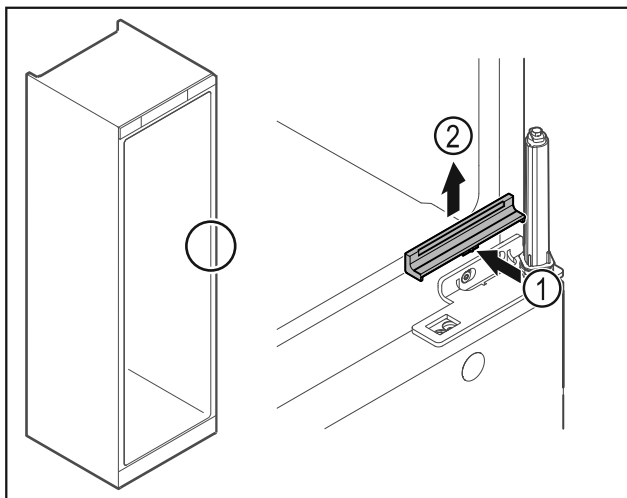

Fig. 31
- Tryck in skyddet Fig. 31 (1) något i mitten och ta av det uppåt Fig. 31 (2).